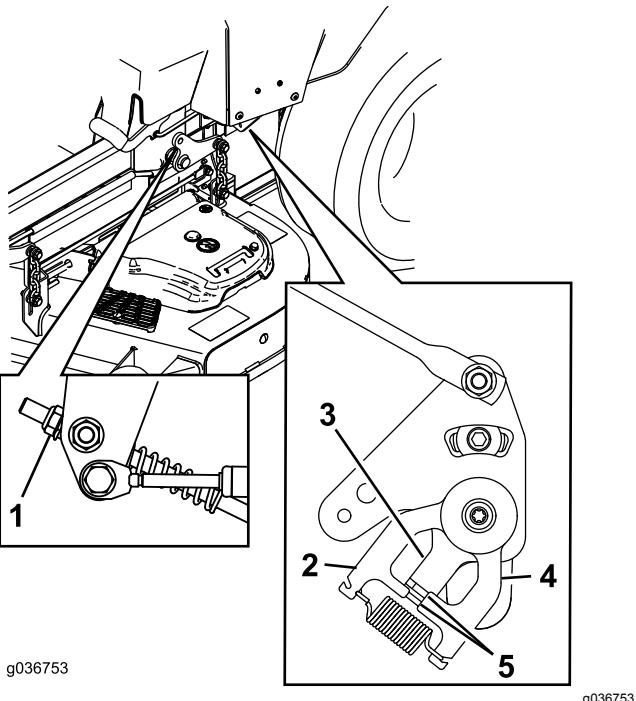

Figura 70
9. Ajuste la longitud de las varillas de control de la bomba girando la tuerca en el sentido apropiado hasta que las ruedas se muevan ligeramente en marcha atrás (ver Figura 70).